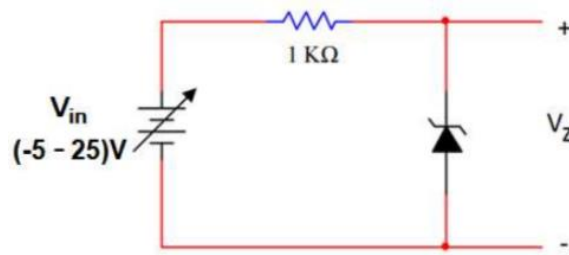

Figura 2. Análisis DC con diodo Zener.
- 1.2.2. Se implementa el circuito de la figura 2 (Circuito con diodo zener sin carga) y se realiza un análisis DC, se hace variar el voltaje de entrada entre 5V y 25V.